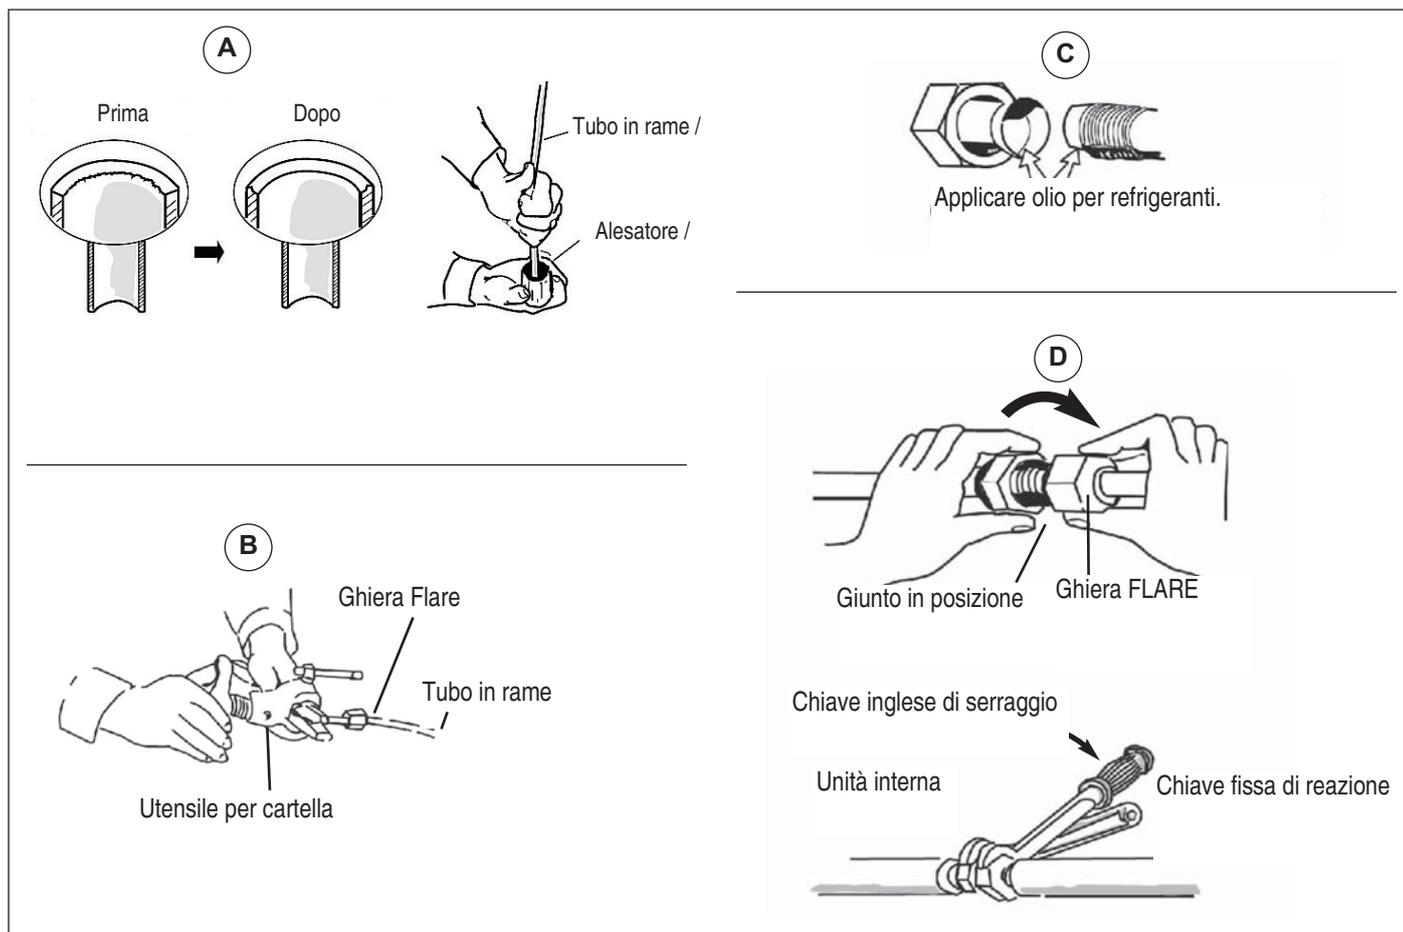

fig. 8
7.8 SEZIONE BATTERIA AD ESPANSIONE DIRETTA (FIG. 8)
- Rimuovere completamente eventuale bava o irregolarità che rimangono sugli spigoli di taglio, utilizzando un utensile alesatore (A fig.8). Tenere il tubo con l'estremità rivolta verso il basso mentre si alesa, per evitare che la limatura di rame rimanga all'interno del circuito. Questa operazione è importante e dev'essere svolta attentamente per ottenere una connessione affidabile.
- Eseguire la cartella con l'apposito attrezzo per cartellatura flare (B fig. 8).
- Applicare dell'olio etere per refrigeranti alle estremità degli attacchi prima della connessione (C fig. 8). Anche questo è importante per evitare perdite di refrigerante.
- Eventualmente adattare la forma della tubazione con l'ausilio di un curva tubi manuale, ponendo attenzione al raggio di curvatura in funzione del diametro del tubo (D fig. 8).